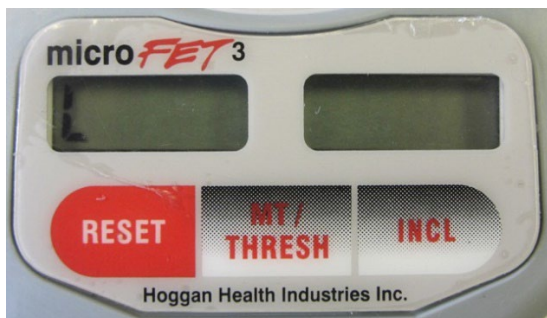

Figura 11. Modo de medición de fuerza
- La pantalla de la izquierda mostrará las opciones de unidades de medida: “L” = lbf, “g” = kgf, “n” = newtons. Se mostrará la unidad de medida actual establecida en el dispositivo (consulte la Figura 11).